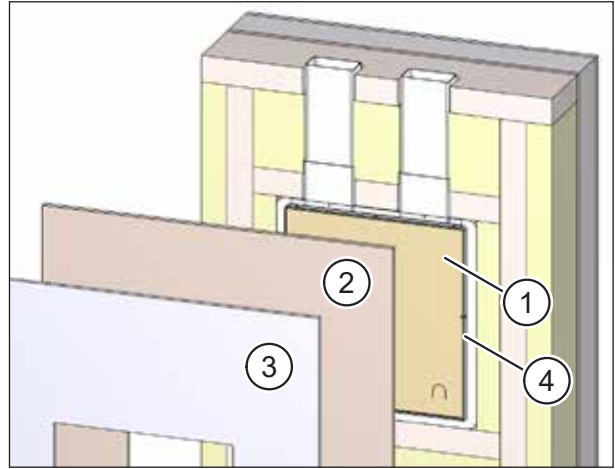

Abb. 58: Montageset und Flachkanäle / Flexrohre im Innenbereich verkleiden
- ▶ Achten Sie darauf, dass der Putzschutzdeckel (Pos. 1 in Abb. 58) im Mauerkasten sitzt.
- ▶ Erstellen Sie in der OSB-Platte (Pos. 2 in Abb. 58) und in der Gipskartonplatte (Pos. 3 in Abb. 58) einen Ausschnitt mit den Abmessungen des Putzrahmens (Pos. 4 in Abb. 58).